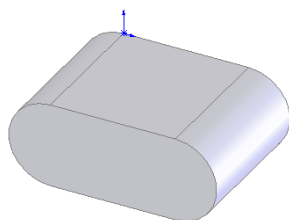

图 3-140 拉伸的草图
**08** 拉伸实体。在菜单栏中选择“插入”→“凸台/基体”→“拉伸”命令, 将上一步剪裁的草图拉伸为“深度”为15的实体, 结果如图3-140所示。